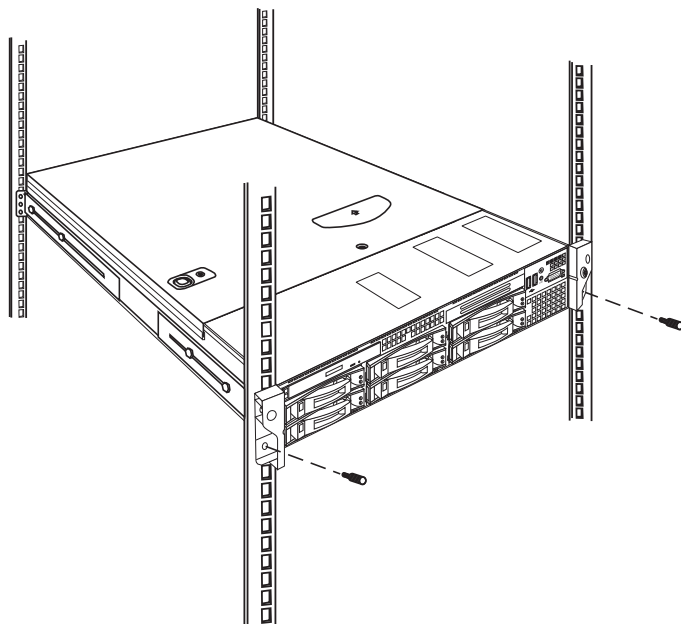

图 28 R525_35 服务器 上机柜安装示意图
1. 如图 28 所示，将装好内导轨和机箱把手的机器推入机柜。
2. 如图 28 所示，将机箱把手的前面固定螺钉手动锁定。